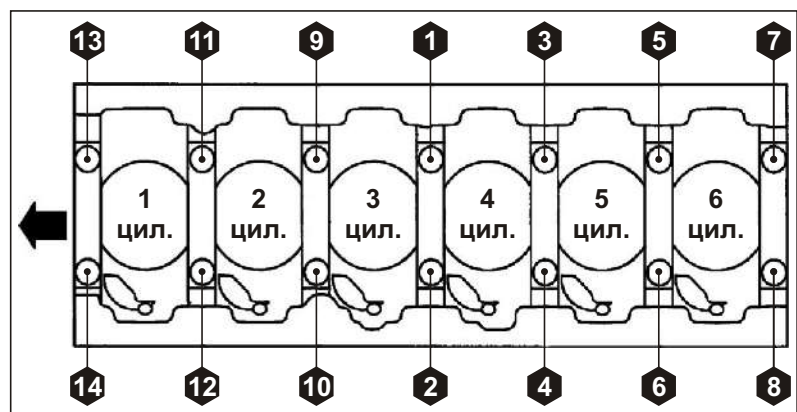

Рис. 98. Порядок затяжки болтов крышек коренных подшипников вала коленчатого.
8. Наживить болты и затянуть рекомендуемым моментом в порядке, указанном на Рис. 98: